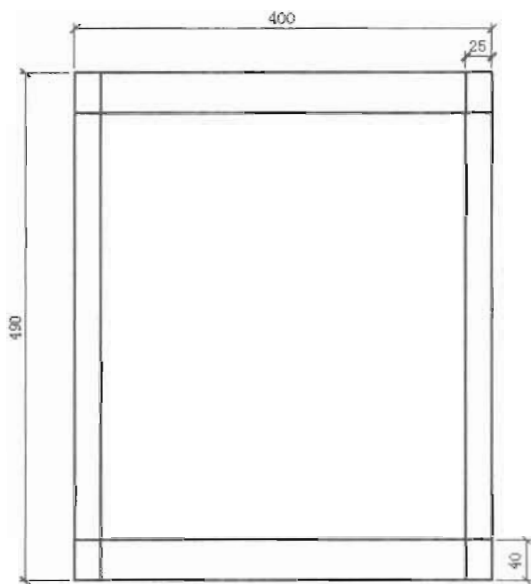

图 4-185
(2) 选中矩形, 然后单击“修改”工具栏中的“分解”按钮, 将矩形分解, 再单击“偏移”按钮, 将4条边向内偏移, 上下两条边向内偏移40mm, 左右两边向内偏移25mm, 如图4-185所示。